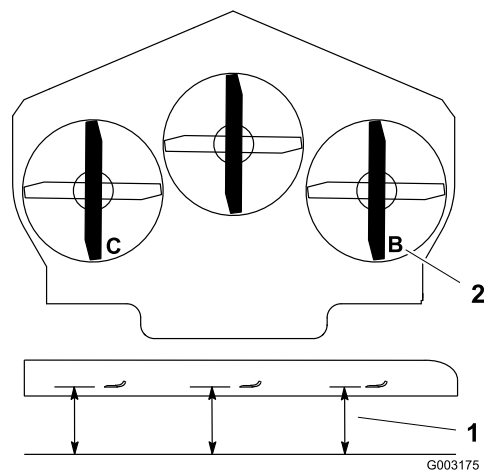

Figura 77
1. Disponete la lama destra in posizione longitudinale rispetto alla macchina (Figura 77).
2. Misurate la lama destra al punto **B** da una superficie piana fino al tagliente della punta della lama (Figura 77).
4. Disponete la lama sinistra in posizione longitudinale rispetto alla macchina (Figura 77).
5. Misurate la lama sinistra al punto **C** (Figura 77) da una superficie piana fino al tagliente della punta della lama.